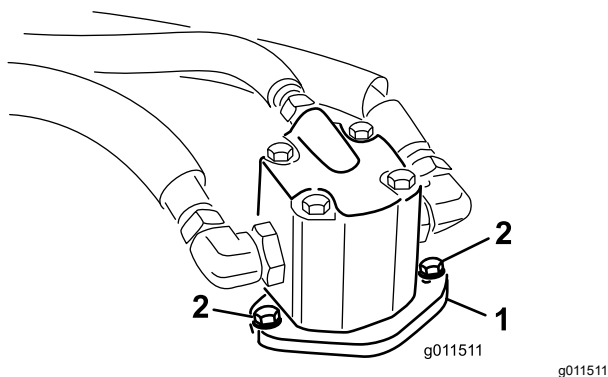

Figura 77
4. Retire os parafusos que fixam o motor hidráulico à unidade de corte (Figura 77).